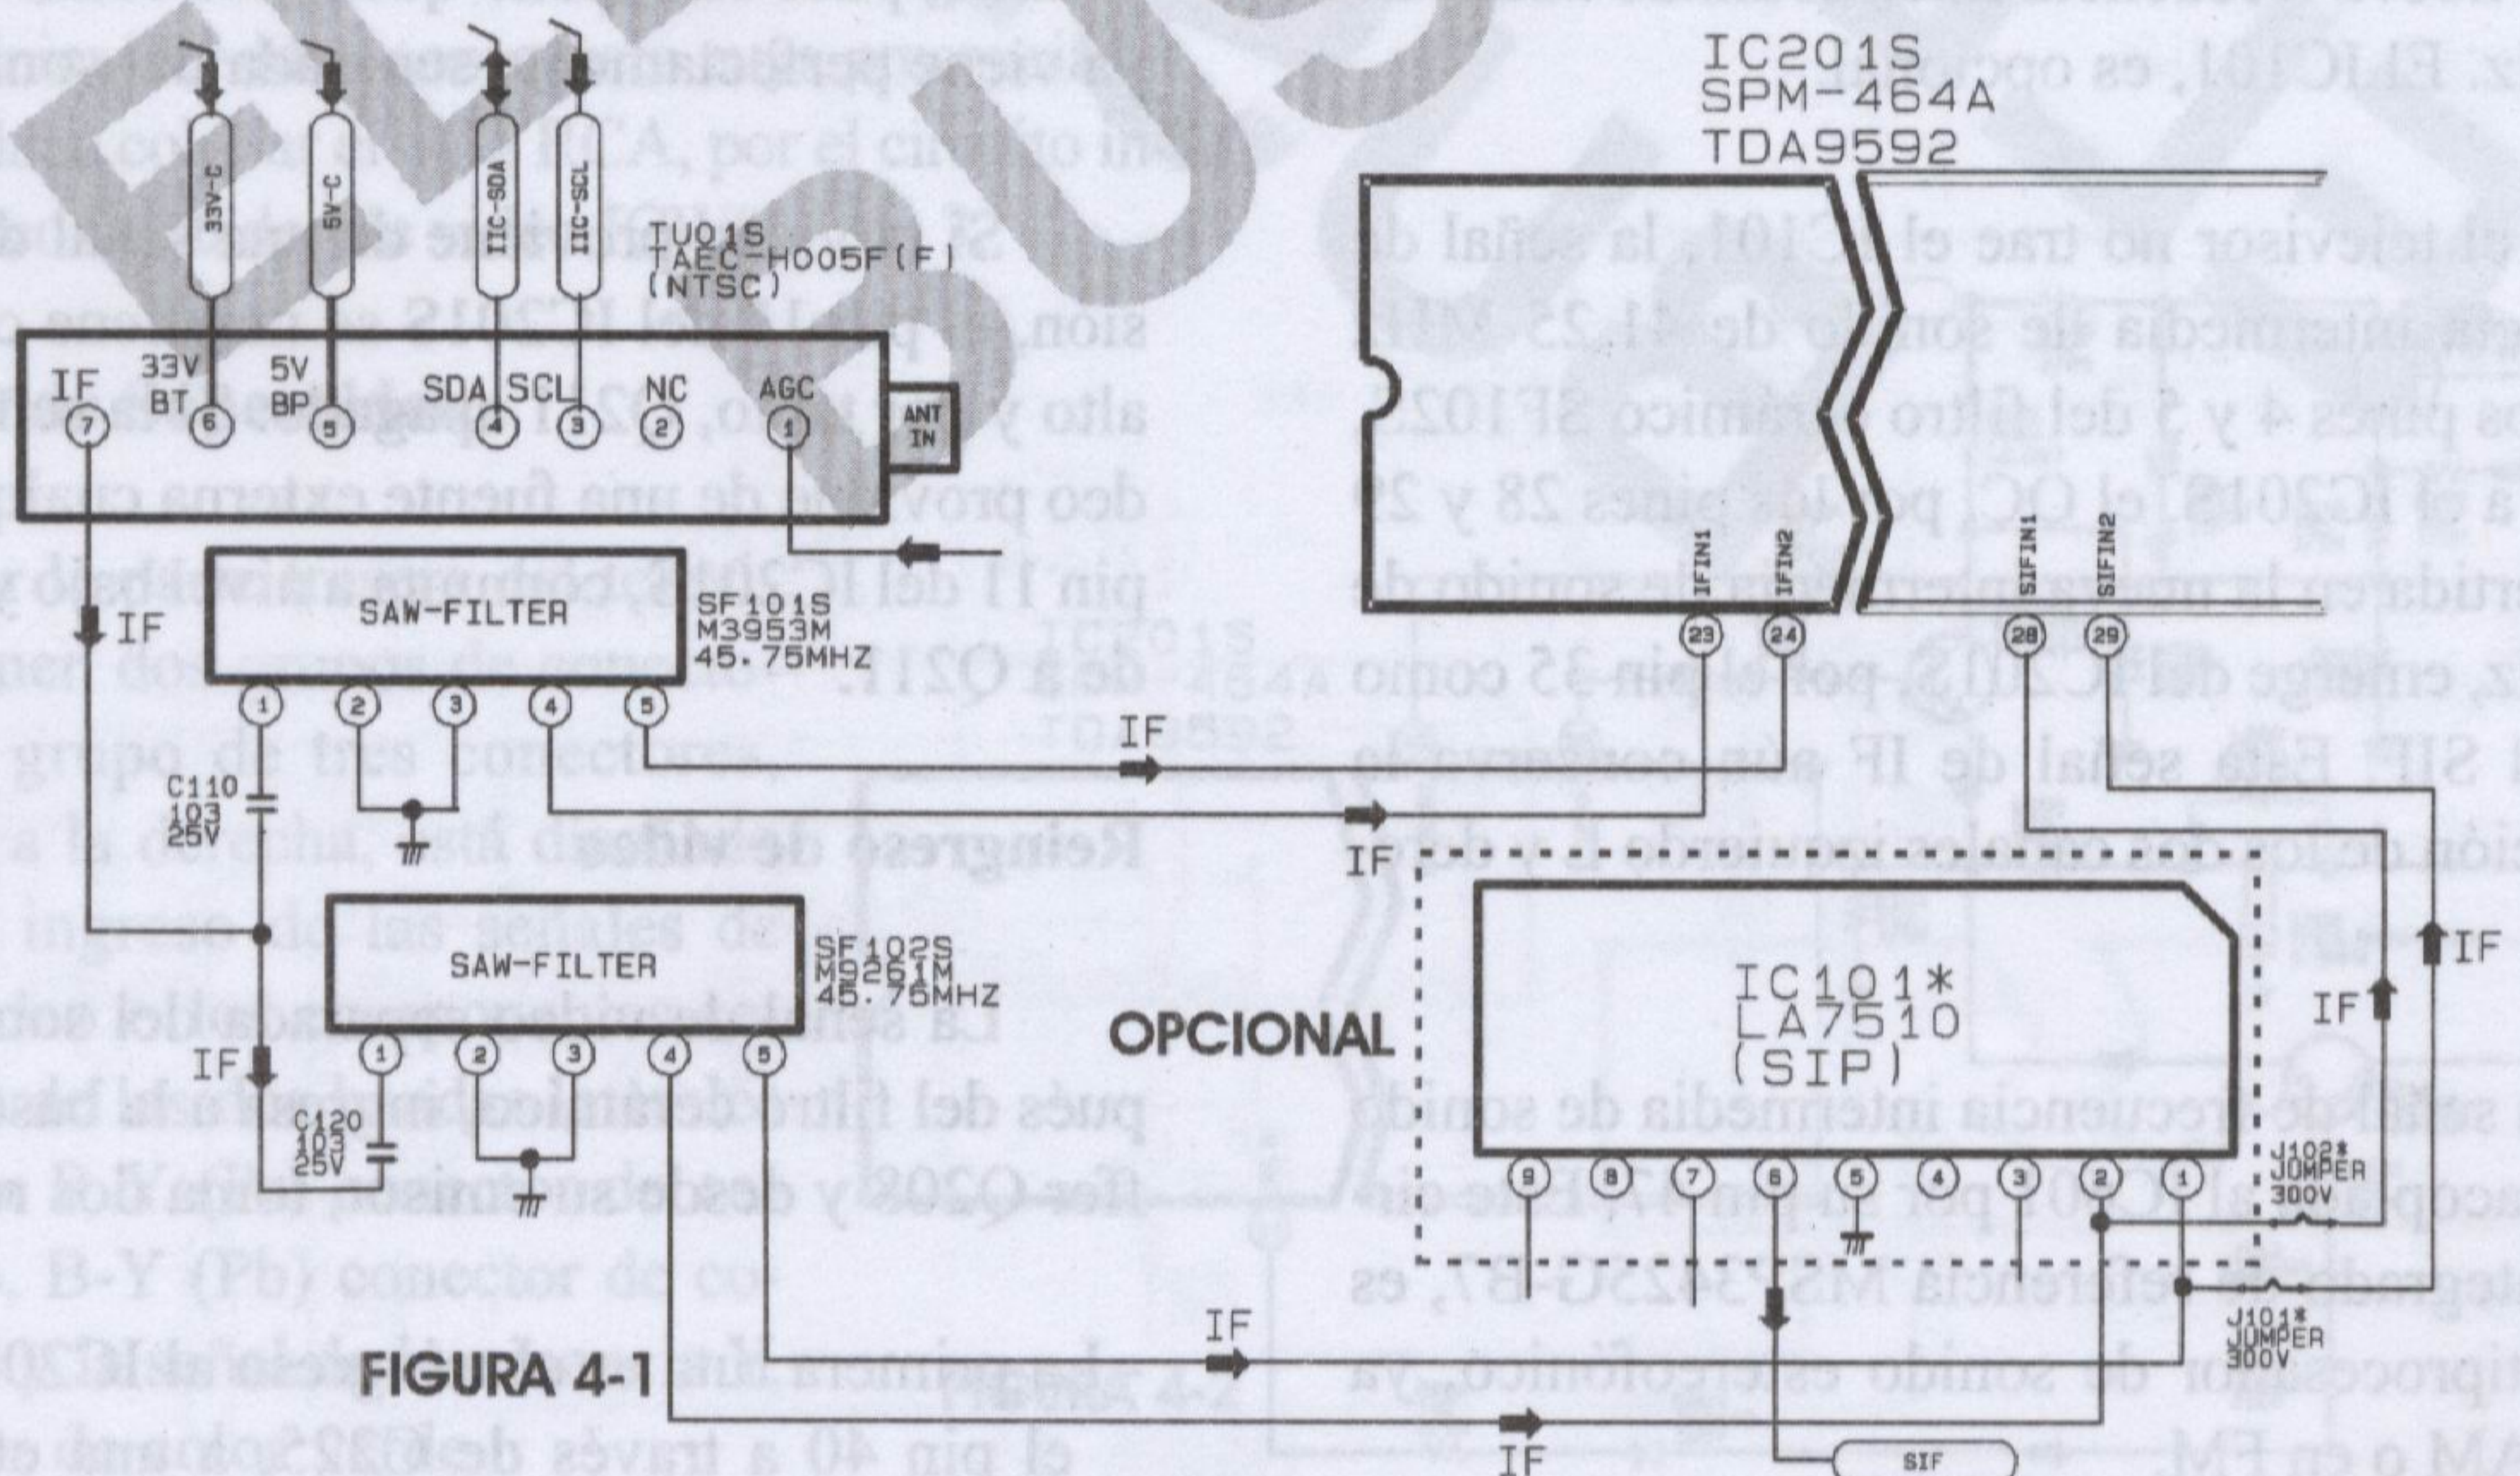

FIGURA 4-1
El modelo de receptor SAMSUNG bajo explicación, emplea un Tuner o sintonizador electrónico convencional, de posición TU01S y de referencia TAEC-H005F (F), figura 4-1. La función de sus pines, es: